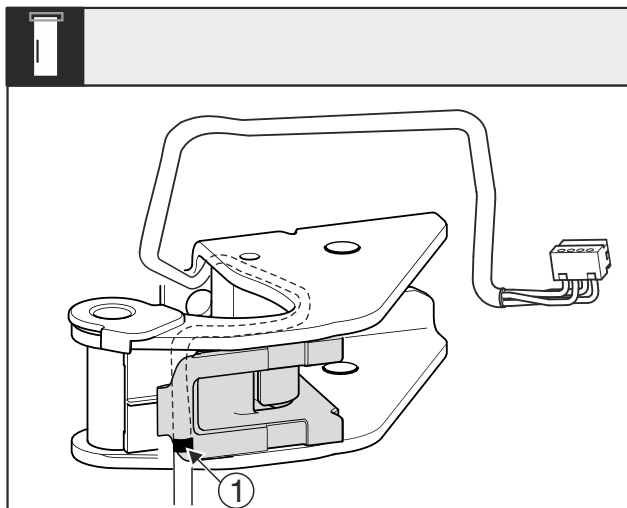

Fig. 32
- In questo modo la marcatura centrale Fig. 32 (1) dovrebbe trovarsi sul bordo del supporto del cavo.